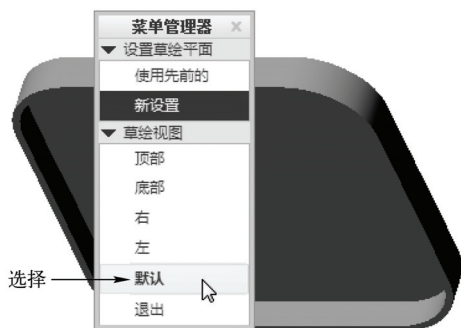

图 8-84 选择“默认”选项
STEP 05 弹出“方向”菜单管理器，单击“确定”按钮，弹出“草绘视图”菜单管理器，选择“默认”选项，如图 8-84 所示。